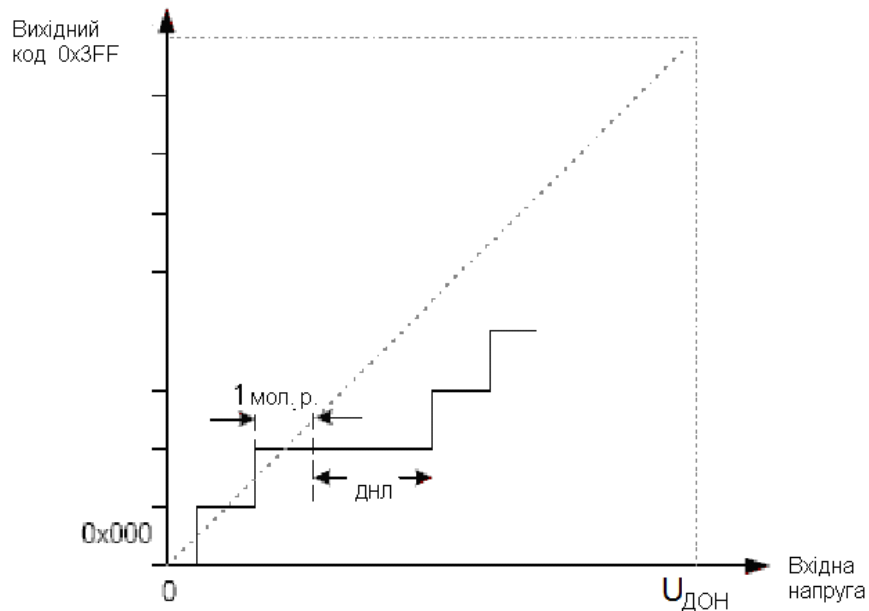

Рисунок 8.18 – Диференціальна нелінійність (ДНЛ)
4. Диференціальна нелінійність (ДНЛ) (рисунок 8.18). Максимальне відхилення ширини фактичного коду (інтервал між двома суміжними переходами) від ширини ідеального коду (1 мол. розр.). Ідеальне значення: 0 мол. розр.